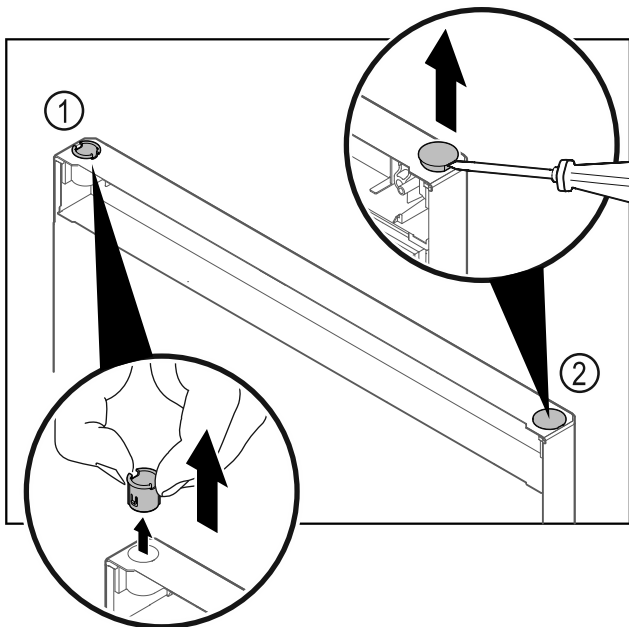

Fig. 20
- Витягніть шарнірну втулку Fig. 20 (1) пальцями.
- За допомогою шліцевої викрутки обережно підніміть заглишку Fig. 20 (2) та витягніть її.